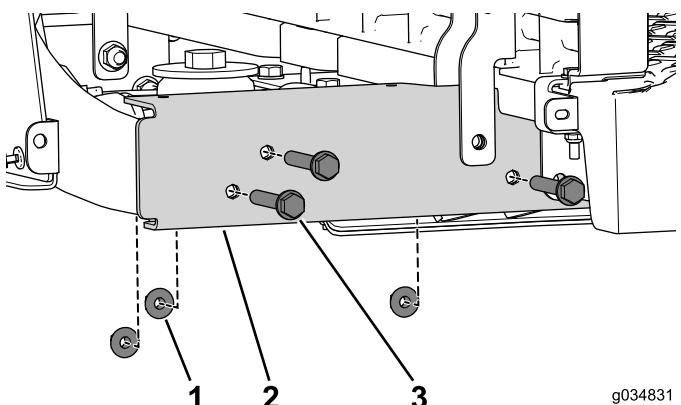

Figura 66
5. Retire os três parafusos flangeados (3/8 x 2½ pol.) e as porcas (Figura 66). Faça isto em ambos os lados da máquina.